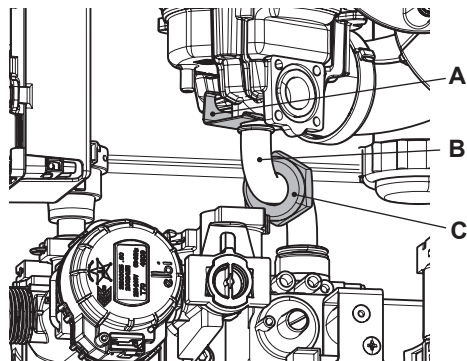

Figura 8.1
- Quite la horquilla A, desenrosque la tuerca loca B y extraiga el tubo del gas C (Figura 8.1).
la tuerca loca del tubo de gas (Figura 8.1).